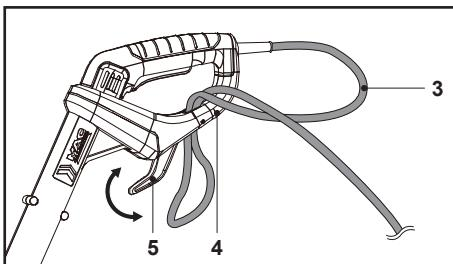

Fig. 2
1. Faire pivoter le support de câble (rotatif) (5) et s'assurer que l'extrémité du support de câble (rotatif) (5) est orientée vers l'avant.
2. Replier le cordon d'alimentation (3) à environ 60 cm en partant de la protection et faire passer la boucle dans le trou de la protection arrière (4). Faire passer le cordon par-dessus le support (5) et tirer doucement sur le cordon d'alimentation (3) pour s'assurer qu'il est bien maintenu (Fig. 2, 3).